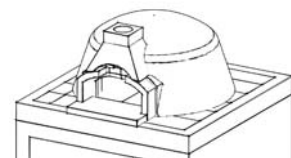

Fig. 6
6. Incollare il **raccordo fumi**, quindi coprire tutta la volta del forno con il **materassino isolante** fornito con il kit (Fig.6).